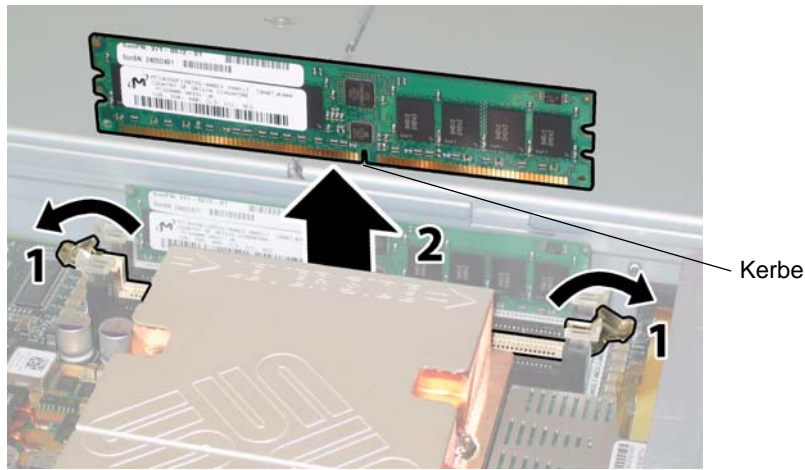

ABBILDUNG 3-40 Ausbauen eines DIMM-Moduls
- a. Drehen Sie beide DIMM-Auswurfhebel so weit wie möglich nach außen. Das DIMM-Modul wird teilweise aus dem Steckplatz ausgeworfen. Siehe ABBILDUNG 3-40.
- b. Richten Sie die Kerbe an der unteren Kante des DIMMs auf die Entsprechung im DIMM-Steckplatz aus. Siehe ABBILDUNG 3-40.